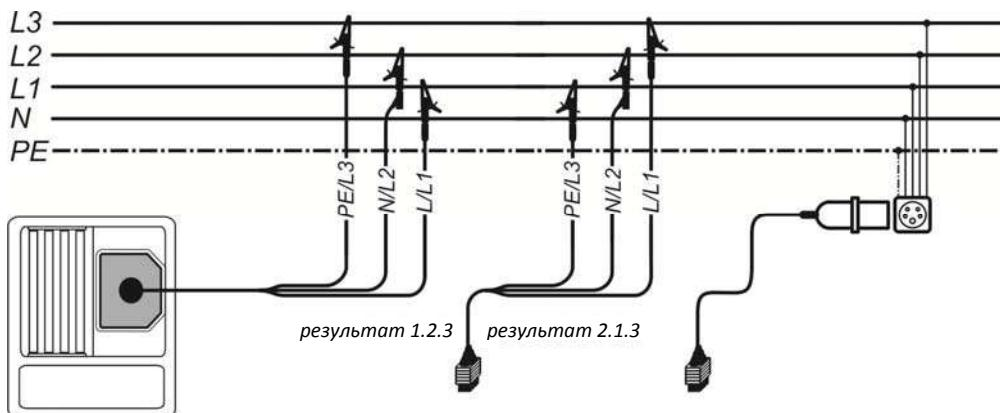

Рисунок 5.3: Подключение 3-проводного тестового кабеля и дополнительного адаптера к трехфазной цепи
- Подключите** измерительные щупы к тестируемому устройству (см. рисунок *Рисунок 5.3: Подключение 3-проводного тестового кабеля и дополнительного адаптера к трехфазной цепи*